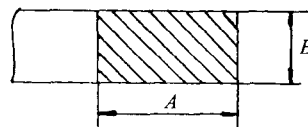

图 2-1-4 使用游标卡尺测量活塞环截面尺寸 A、B
(3) 测量活塞环截面尺寸和活塞环槽宽。如图 2-1-4 所示,使用游标卡尺测量活塞环截面尺寸 A、B。用塞尺与活塞环的综合厚度来计算活塞环槽宽。活塞环截面尺寸见表 2-1-9,活塞环槽宽见表 2-1-10。